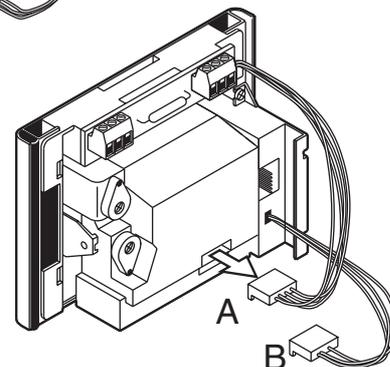

Fig. 2
2. Extraire le connecteur A hors du module caméra (Fig. 2)